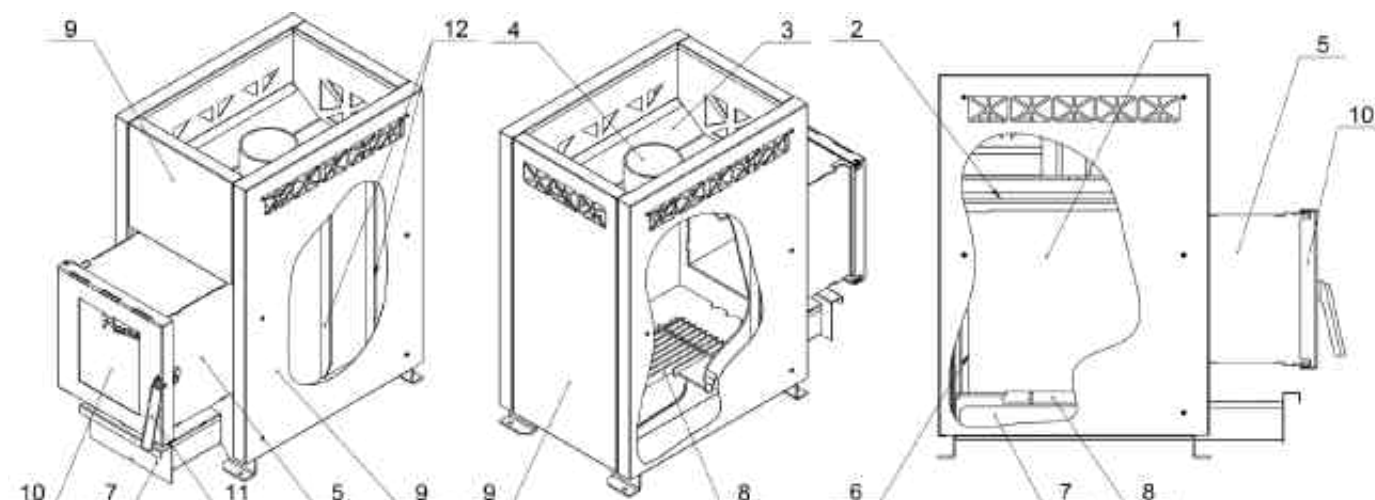

Рис. 1 Устройство печи PRIMA
Конструкция печи состоит из следующих узлов: топка, открытая каменка, конвекционные панели (рис.1 поз.9), удлиненный топливный канал (рис.1 поз.5), загрузочная дверца (рис.1 поз.10), сегментный (наборный) колосник (рис.1 поз.8) и выдвижной зольный ящик (рис.1 поз.7).
Рёбра жёсткости (рис.1 поз.12), располагающиеся на наружных поверхностях топки, обеспечивают дополнительный съём тепла и значительно усиливают конструкцию печи.
В верхней части камеры сгорания расположен горизонтальный отбойник пламени (рис.1 поз.2),
Вторичный воздух в камеру сгорания подается через канал вторичного воздуха (рис.1 поз.6), который одновременно защищает заднюю стенку печи от перегрева.
Снизу расположен сегментный (наборный) колосник – воздухоподогреватель (рис.1 поз.8), который увеличивает эффективность горения, нагревая входящий воздушный поток до 130 — 1500С.
Печь оснащена удлиненным топливным каналом (рис. 1 поз.5), что позволяет топить ее из смежного помещения и самоохлаждаемой стальной дверцей (рис. 1 поз.10). Печь комплектуется обычной дверцей и дверцей с жаропрочным стеклом (S). Дверца с жаропрочным стеклом, создает отличную обзорность горящего в топке пламени.
Вокруг камеры печи расположены конвекционные панели (рис.1 поз.9), ускоряющие прогрев парного помещения. Панели окрашены термостойкой кремнийорганической краской, что защищает их от агрессивных факторов внешней среды.
Печь оснащена выдвижным зольным ящиком (рис. 1 поз.7), который позволяет регулировать процесс горения и освобождать печь от золы.
Выход дымохода (рис. 1 поз.4) находится по центру печи, что позволяет легко монтировать трубу дымохода, а также установить дополнительный бак для горячей воды емкостью до 60 литров.